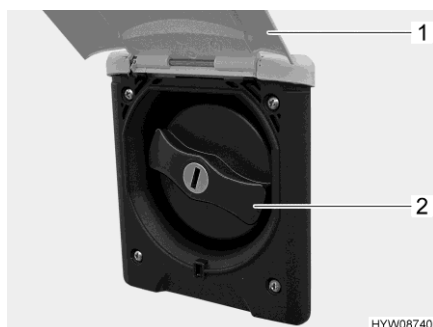

Bild 151 Lock (påfyllningsöppningen för dricksvatten)
- Fäll upp den utvändiga luckan (Bild 151,1).
- Vrid om det blå locket (Bild 151,2) en kvarts varv.